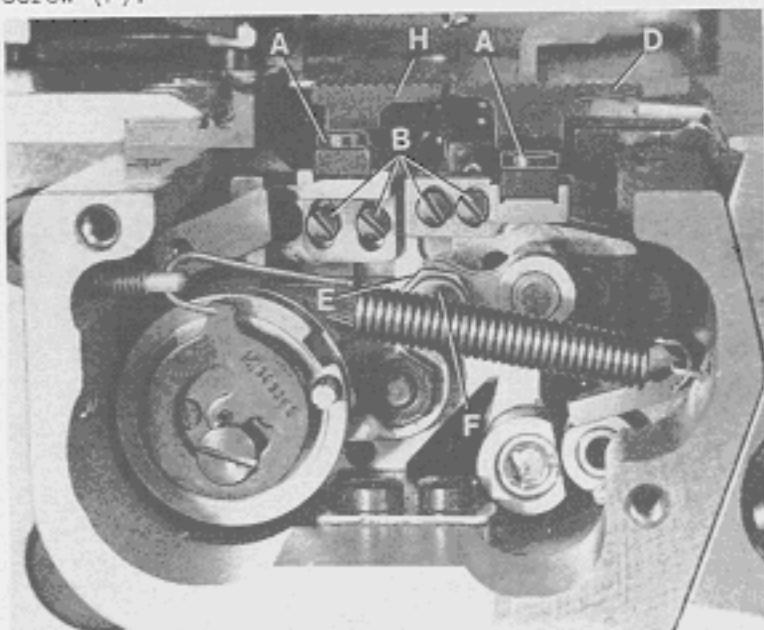
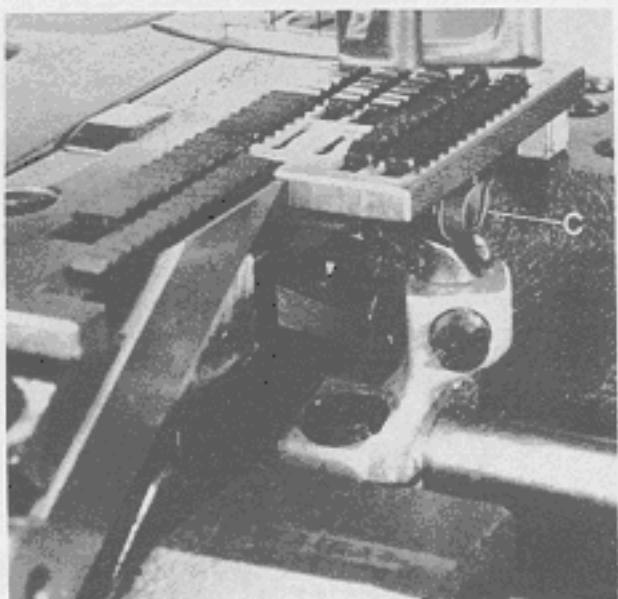

Fig.29
Fig.31
Assemble the two-piece main feed dog (H, Fig. 29) and the differential feed dog (D, Fig. 29), tighten fastening screws (A, Fig. 29) slightly. Insert the throat plate support with throat plate on the cylinder arm and center the feed dogs across-the-line-of-feed in the throat plate slots to have equal clearance on all sides. Now tighten screws (A) firmly.
For setting loosen screws (B, Fig. 29) and position the feed dog holders with the feed dogs to the correct height. Tighten screws (B).
Depending on thickness of fabric to be sewn, the right part of the main feed dog can be raised slightly for compensation if required, to obtain a uniform and even feeding of lace or elastic (see Fig. 30). The correct height has to be determined by sewing tests. After loosening screw (C, Fig. 31) the right part of the main feed dog can be set accordingly. Retighten screw (C).
In-line-of-feed the differential feed dog can be set to the front or to the rear to clear equally between the main feed dog and the front end of throat plate slot. For adjustment loosen screw (F, Fig. 29) and rotate eccentric (E) in operating direction until the correct setting is obtained. Retighten screw (F).
Montieren Sie den zweiteiligen Haupttransporteur (H, Fig. 29) und den Differentialtransporteur (D, Fig. 29), ziehen Sie die Befestigungsschrauben (A, Fig. 29) nur leicht an. Stecken Sie den Stichplattenträger mit Stichplatte auf den Zylinderarm und vermitteln Sie die Transporteure seitlich in den Stichplattenschlitzen so, daß sie an allen Stellen freigehen. Ziehen Sie die Schrauben (A) danach gut an.
Zur Einstellung lösen Sie die Schrauben (B, Fig. 29) und schieben die Transporteurhalter mit den Transporteuren auf die gewünschte Höhe. Ziehen Sie die Schrauben (B) an. Abhängig von der Dicke des Nähgutes kann zum Ausgleich der rechte Teil des Haupttransporteurs bei Bedarf etwas höher gestellt werden, so daß Spitze oder Gummiband sauber und glatt transportiert wird (siehe Fig. 30). Die richtige Höhe wird durch Nähversuche ermittelt. Nach Lösen der Schraube (C, Fig. 31) läßt sich der rechte Teil des Haupttransporteurs entsprechend einstellen. Ziehen Sie die Schraube (C, Fig. 31) wieder an.
In Nährichtung kann der Differentialtransporteur entsprechend vor- oder zurückgestellt werden, damit er zwischen dem Haupttransporteur und dem vorderen Schlitzende der Stichplatte gleichmäßig freigeht. Zur Einstellung lösen Sie die Schraube (F, Fig. 29) und drehen den Exzenter (E) in Nährichtung, bis die richtige Einstellung erreicht ist. Ziehen Sie die Schraube (F) wieder an.